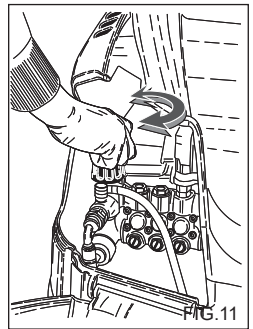

FIG. 11
Trykkregulatoren, fig. 11 gjør at brukeren kan regulere arbeidstrykket. Når knapp C vrir moturs (B) (minimum), reduseres driftstrykket.